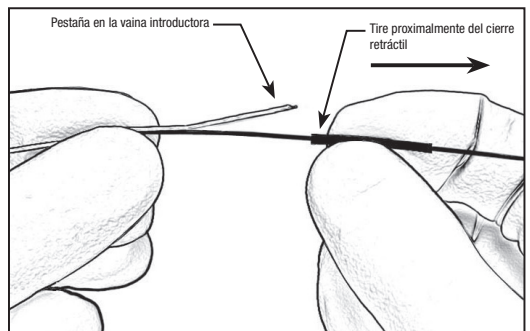

Figura 3. Tire proximalmente del cierre retráctil
16. Sujete el dispositivo justo distal al cierre retráctil y tire del cierre retráctil proximalmente para exponer la pestaña de la vaina introductora. Consulte la figura 3.